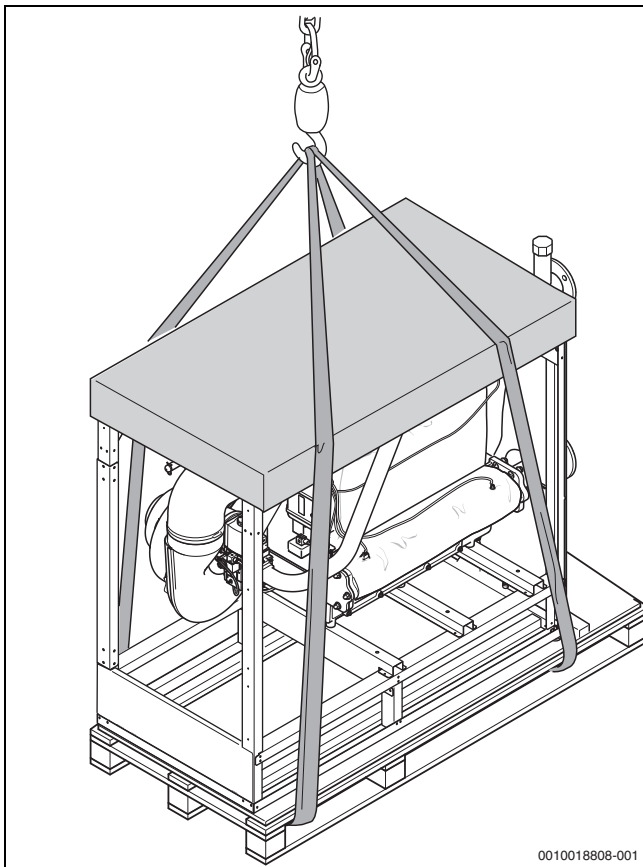

Рис. 3 Подъём краном котла на поддоне
- ▶ Пропустите стропы (кольцевые стропы) через поддон (→рис. 3).